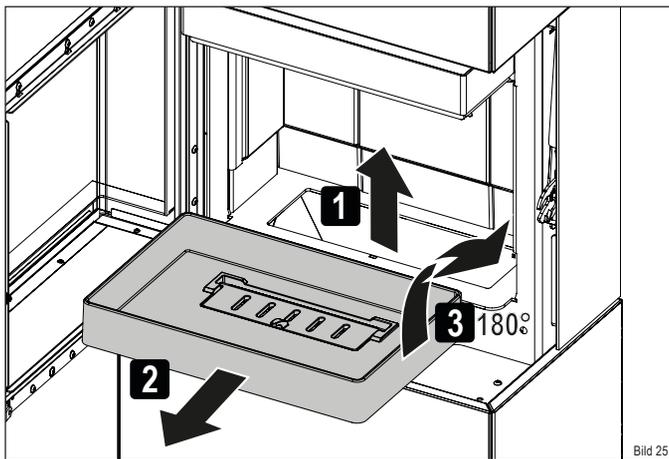

Bild 25
- ▶ Entnehmen Sie das Feuerrost (Bild 25).